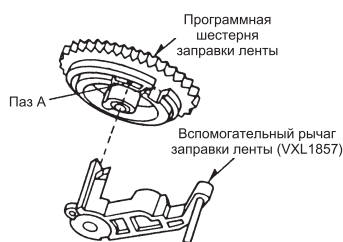
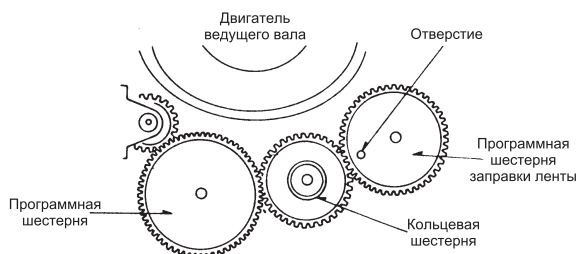
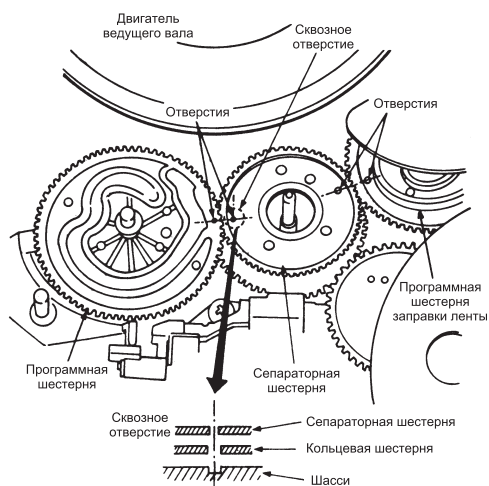

Рис. 6. Установка программной шестерни заправки ленты
Рис. 7. Фазировка шестерен
Рис. 8. Установка сепараторной шестерни
3. Устанавливают программную шестерню заправки ленты так, чтобы выступ вспомогательного рычага заправки ленты был совмещен с пазом (А) в ней, как показано на рис. 6. Поворачивают шестерню так, чтобы маленькое отверстие в ней находилось на одной линии с осью кольцевой шестерни, как показано на рис. 7. Затем устанавливают сепараторную шестерню с тремя планетарными шестернями над кольцевой шестерней так, чтобы отверстия на ней находились напротив отверстий в основной программной шестерне заправки ленты. В то же время, отверстие в сепараторной шестерне должно совпасть с отверстием в кольцевой шестерне, как показано на рис. 8.